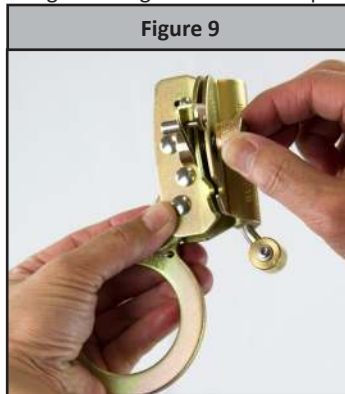
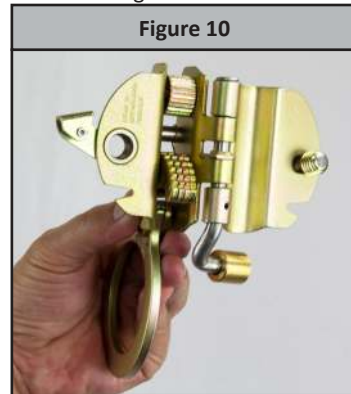

Figure 9
Figure 10
Étape 3: Dévissez la poignée moletée de verrouillage. Voir figure 9. Ouvrez le port charnière. Voir figure 10.